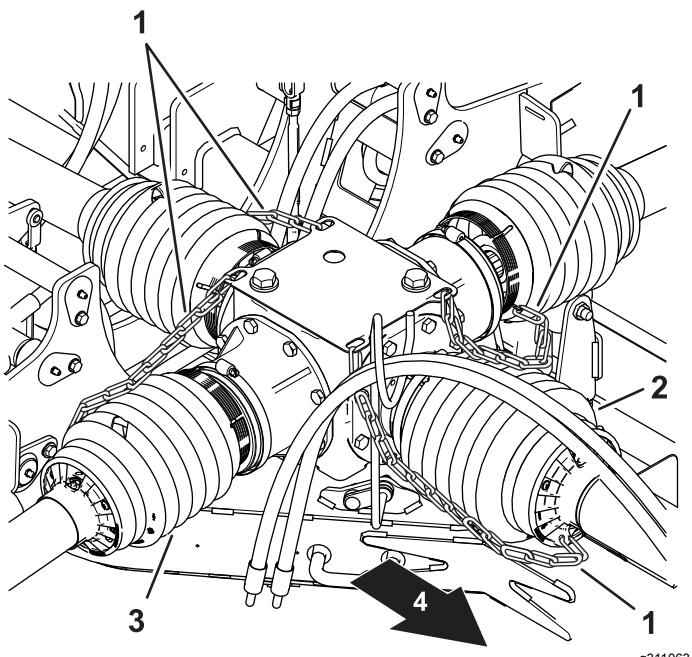
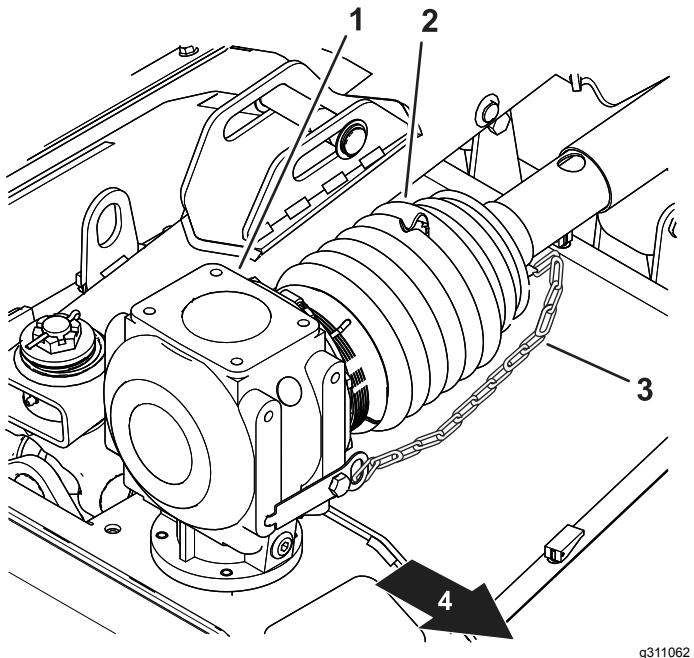

**Bild 19**
Bild 21
6. Prüfen Sie, ob die Rückhalteketten für die Antriebswellenabdeckungen mit dem Zentralgetriebe und den Getrieben auf jedem Mähwerk verbunden sind (Bild 18, Bild 19, Bild 20 und Bild 21).